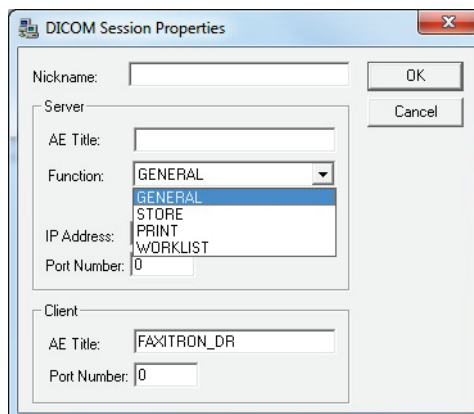

Figura 6.7.6
Vi sono attualmente quattro (4) tipi di funzioni che una sessione DICOM può rappresentare come predefinite. Questi si trovano nell'elenco a discesa Funzione (casella combinata) mostrato nella Figura 6.7.6 di seguito. Segue anche un elenco: